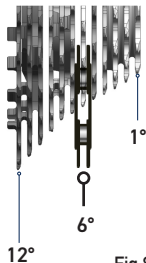

Fig.8
1) Posizionate il cambio sul 6° pignone (il 1° è il pignone più piccolo) (Fig. 8).